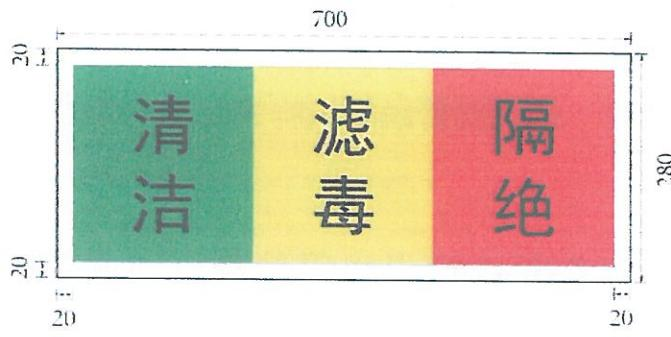

图31 通风方式显示装置样式及尺寸示例
5.3.3 通风方式显示装置样式及尺寸示例见图31。也可根据通道或房间大小，按比例缩放制作。